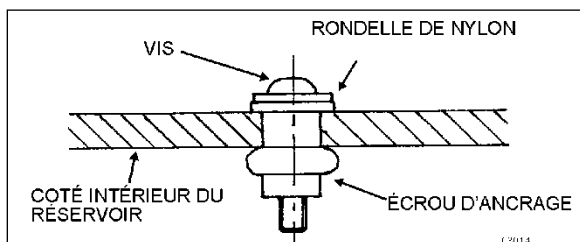

FIGURE 30 : REPARATION DU RESERVOIR DE CARBURANT
- L'arrangement des cales peut varier. Elles peuvent être placées du même côté si désiré (Figure 30).